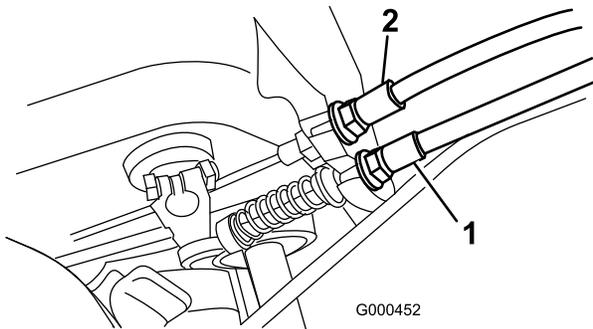

図 48
2. 走行ケーブルの前ジャム・ナットをゆるめ、後ジャム・ナット（図 48）を締めてケーブルの張りを出し、10-13 lbs. (4.5～5.8 kg) の力で走行コントロールがつかないようにする。